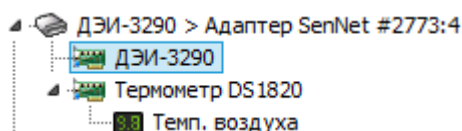

Рисунок 46. Выбор устройства датчика "ДЭИ-3290"
- Выберите устройство подключённого датчика (рис. 46) и нажмите кнопку **+** **Подключение элемента** на *панели инструментов* компонента **"Сеть датчиков"**.